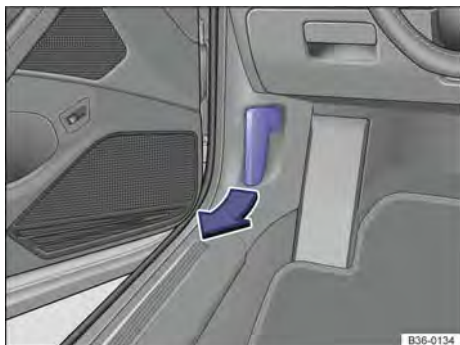

Fig. 294 No área para os pés no lado do condutor: alavanca de destravamento da tampa do compartimento do motor.
- Antes de abrir a tampa do compartimento do motor, assegurar-se de que os braços dos limpadores do para-brisa estejam encostados no para-brisa → ①.
- Abrir a porta do condutor e puxar a alavanca de destravamento no sentido da seta → Fig. 294. A tampa do compartimento do motor salta para fora do travamento do fecho pela pressão da mola → ⚠.